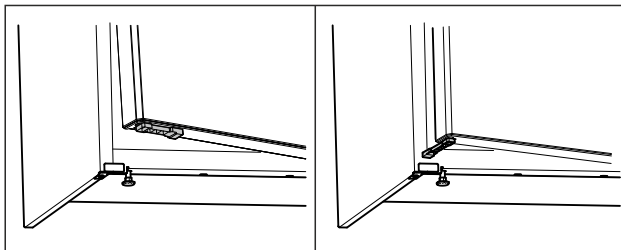

Fig. 63 \*
- ▶ Поверните ограничитель открытия двери на 90°. (см. Fig. 63) \*